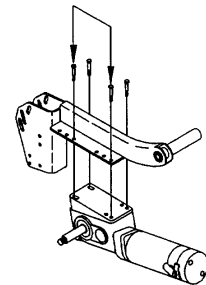

FIGURE 12 - REPOSITIONING MOTOR/GEARBOX
**REPOSITIONING THE MOTOR/ GEARBOX (FIGURE 12)**